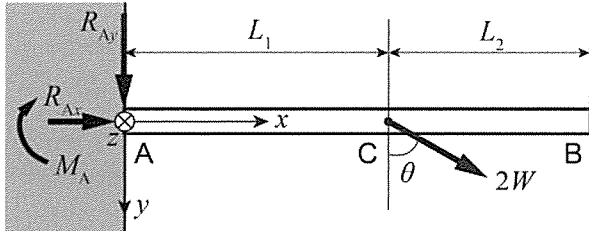
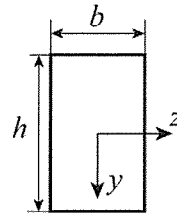

図3
図4
II 図3のように、長さ L_1+L_2 の一様な真直はり AB があり、A にて剛体壁に固定されている。固定端 A の図心を原点とし、はりの長軸方向に沿って x 軸、鉛直方向下向きに y 軸、右手直交座標系に z 軸をとる。はりの断面は図4に示すように矩形であり、幅 b 、高さ h である。また、 $(x, y, z) = (L_1, 0, 0)$ の位置 C には、 y 軸方向からの角度 $\theta = \pi/3$ で図の示す向きかつ x - y 面内に、大きさ $2W$ の集中荷重が加えられている。このとき、以下の設問すべてに答えよ。なお、はりの縦弾性係数 E 、断面2次モーメント I とする。
- (1) 固定端 A での、壁からはりの横断面に作用する x 軸方向の反力 R_{Ax} 、 y 軸方向の反力 R_{Ay} 、曲げモーメント M_A をそれぞれ求めよ。なお、いずれも図3に示す方向が正である。